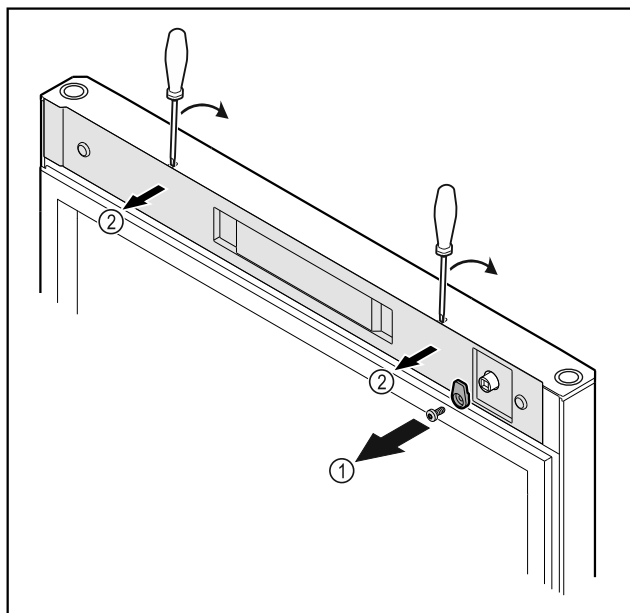

Fig. 10 *
- Odšroubujte petlici Fig. 10 (1)*
- Uvolněte kryt Fig. 10 (2) malým šroubovákem a sejměte jej.*